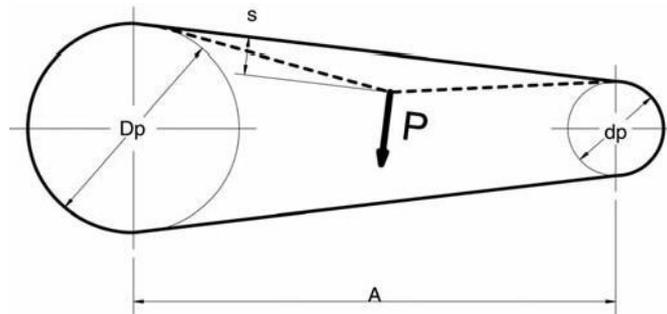

Fig. 24 Déformation d'une courroie trapézoïdale
1. Mesurer la distance entre les axes des roues (dimension A. fig. 24).
2. Mesurer la puissance P nécessaire pour courber la courroie de S=16 mm pour chaque mètre courant d'une distance entre les axes, plus ou moins à mi-chemin entre les axes (fig. 24).
courroies ne doivent être installées en force, à l'aide d'un tournevis ou de tout autre outil. Lors du remplacement de courroies, vérifier que les surfaces de contact des poulies ne sont pas usées. Les courroies neuves doivent être étirées de sorte que la force de déformation nécessaire P (fig. 24) soit la plus proche possible de la valeur P indiquée dans le tableau 18.